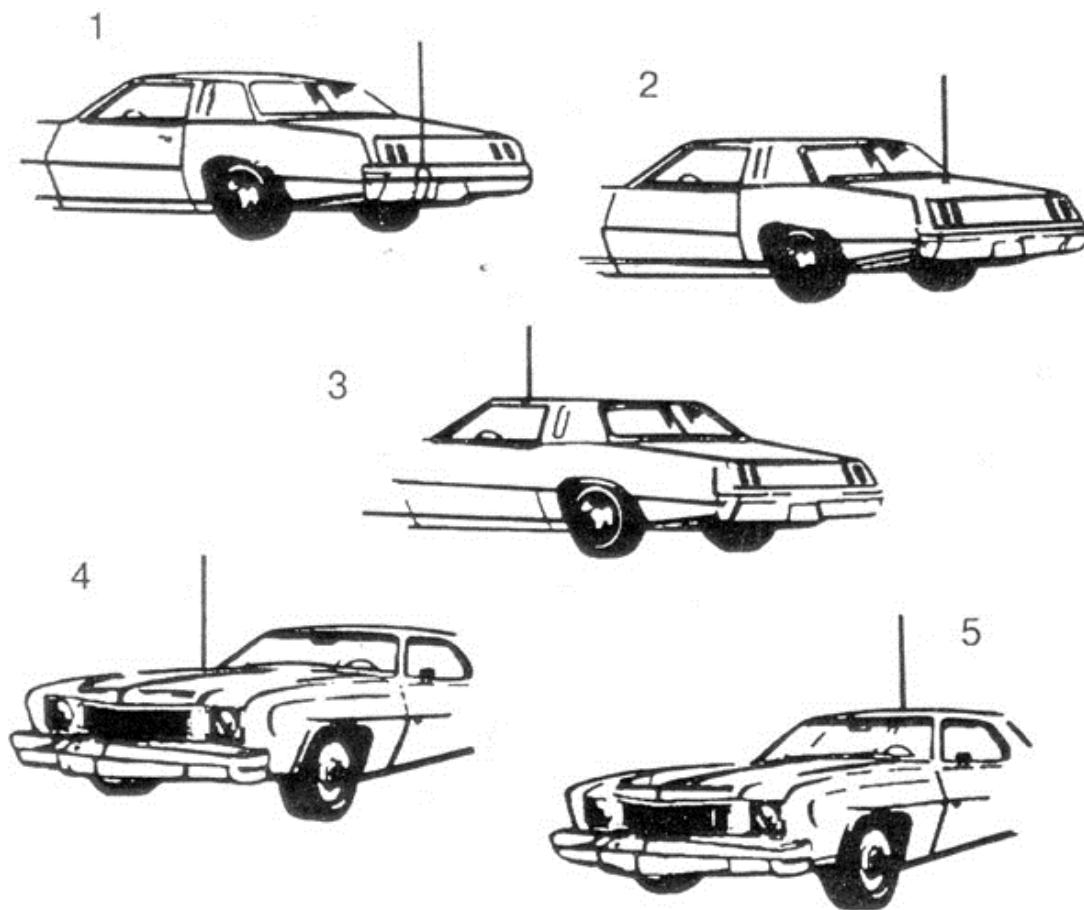

Рис. 6. Типичные места установки автомобильных антенн.
В общем случае имеются два типа антенн для мобильных Си-Би радиостанций - полноразмерный штырь длиной 1/4 волны (2,75 м) и укороченная согласованная штыревая антenna (от 0,5 до 1,9 м). Из-за большой длины полноразмерных антенн на автомобилях применяются, в основном, укороченные антены длиной не менее 1,2 м, в различных конструктивных исполнениях с креплением через отверстие в крыше, на кронштейне за отбортовку водостока или на магнитном основании (см. рис. 6).
На рис. 6 показаны пять типичных мест установки автомобильной антенны: (1) задний бампер, (2) задняя крышка багажника, (3) отбортовка для стока воды, (4) капот, (5) крыша.